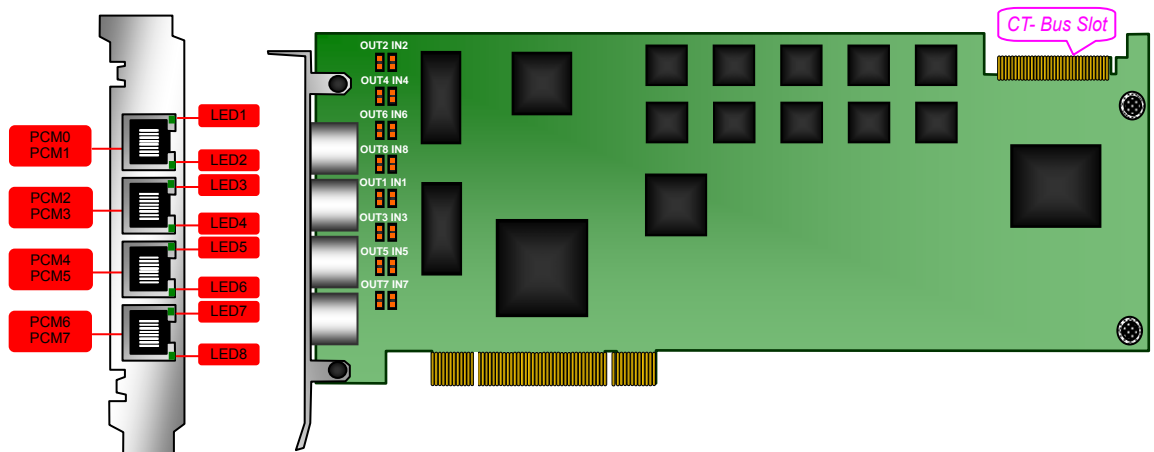

图 2-2 SHD-240D-CT/PCI/CAS 主板示意图 (左视图及正视图)
1. 图 2-2 中 PCM0~PCM7 为 8 个中继的收发;